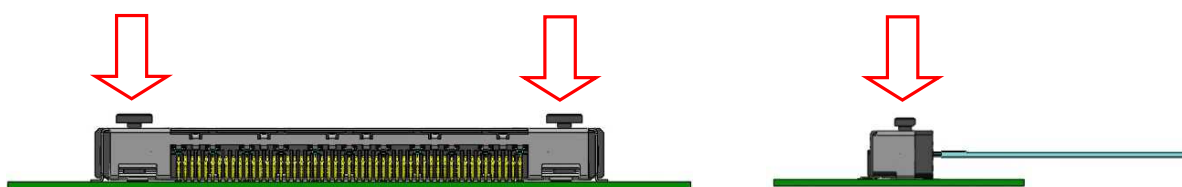

図. 3-1 FFC 抜去方法 1
- ① 図 3-1 の様に、コネクタ上面の解除ボタンを上方から同時に左右二つとも押す。